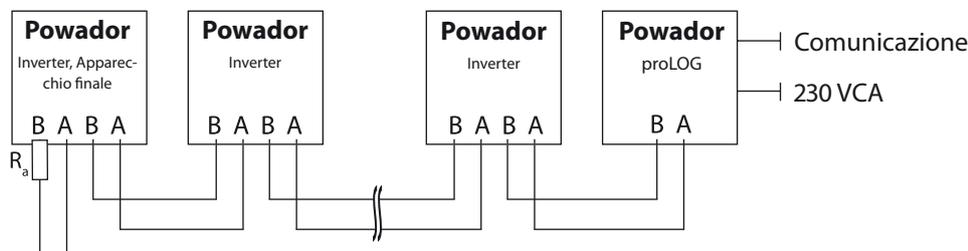

Figura 15: schema di collegamento dell'interfaccia RS485
- conduttore B (+) con conduttore B (+) (vedi Figura 15 a pagina 26).